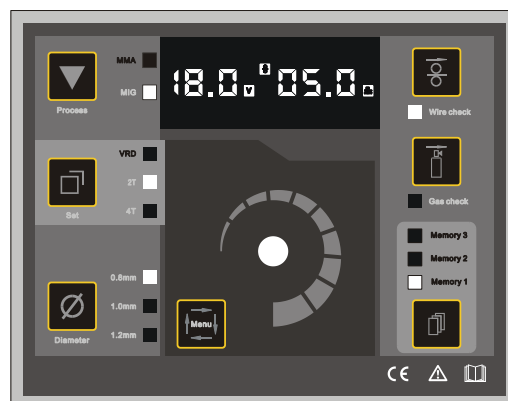

Рисунок 6: Проверка подачи проволоки в режиме MIG
- с) В режиме MIG нажмите кнопку **【BURN BACK】**, индикатор загорится и вы можете отрегулировать подачу проволоки на высокую скорость. (Рисунок 6). **【Цифровой дисплей】** будет мигать до тех пор пока вы не нажмете выключатель горелки либо любую другую кнопку на панели. **【Цифровой дисплей】** и **【BURN BACK】** перестают мигать – прекращается подача проволоки